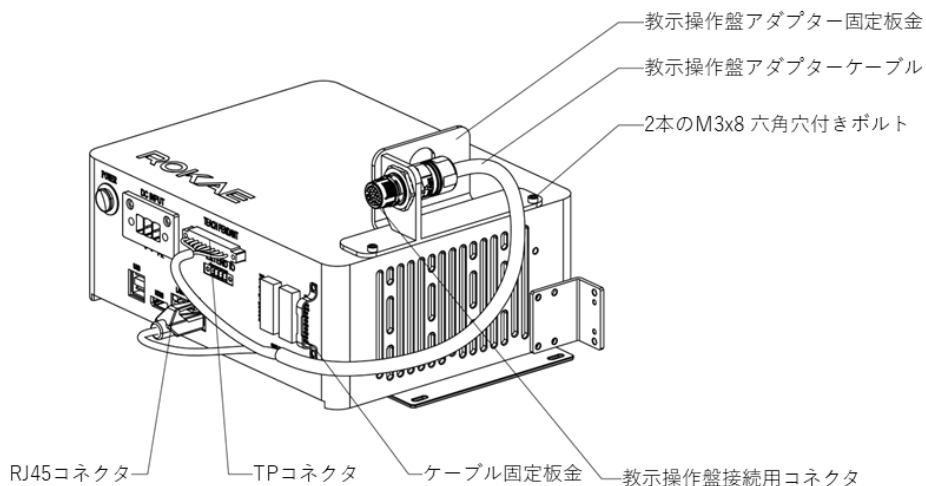

図 5-12 指示操作盤アダプターケーブルの取り付け
- (3) 教示操作盤アダプターのコネクタを板金に通し、調整式レンチでナットを締めて、コネクタを板金に固定します。図 5-12 を参照してください。
- (4) 教示操作盤アダプターケーブルのコネクタを制御キャビネットの TEACH PENDANT インターフェースと LAN2 インターフェースに接続します（インターフェースに注意し、間違えて接続しないように注意してください）。また、ケーブルタイを使用してケーブルを IO インターフェースの隣にある固定用板金に固定します。最終的には図 5-12 のようになります。
- (5) 図 5-12 の指示操作盤アダプターを使用して、指示操作盤のケーブルのコネクタを差し込みロックすると、指示操作盤が使用できるようになります。指示操作盤の接続図を下図に示します。
- (6) 指示操作盤アダプターは前方と左方の 2 通りの取り付け方法があります。図 5-12 は前向き取り付け方法を示しており、デフォルトの取り付け方です。左向きの設置方法については、図 5-14 を参照してください。